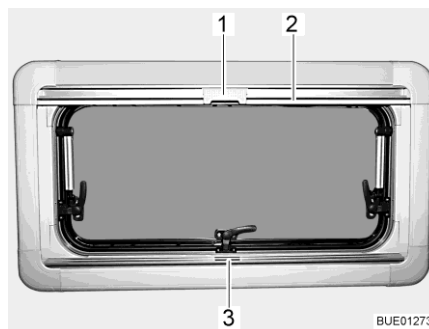

Bild 105 Ausstellfenster
- Faltverdunklung in der Mitte der Griffleiste (Bild 105,3) fassen, von unten nach oben ziehen und auf der gewünschten Höhe loslassen. Die Faltverdunklung bleibt in dieser Höhe stehen.
- Insektenschutzrollo an der Griffleiste (Bild 105,2) nach unten ziehen, bis es an der Griffleiste der faltverdunklung (Bild 105,3) anstößt.
- Raste (Bild 105,1) am Insektenschutzrollo mit der Griffleiste der faltverdunklung verriegeln.
- Raste (Bild 105,1) am Insektenschutzrollo oben nach hinten drücken.
- Insektenschutzrollo an der Griffleiste (Bild 105,2) langsam zurückführen.